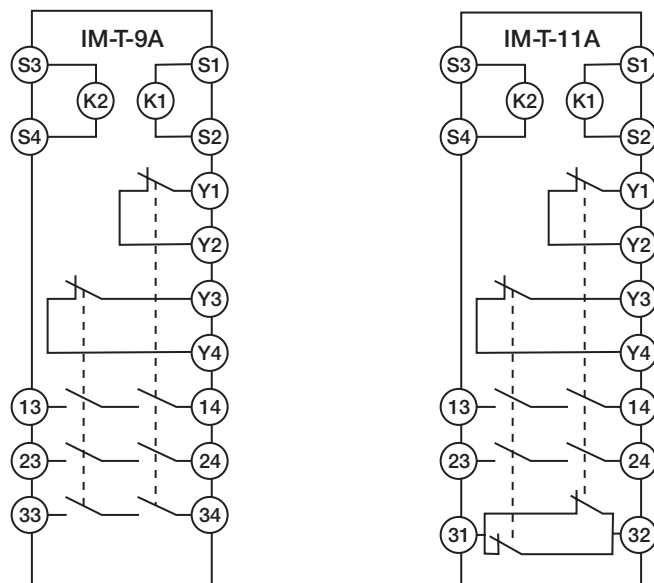

Fig.4 インターフェイス・モジュールの端子配列
- 2) 必ず、インターフェイス・モジュールの端子Y1-Y2およびY3-Y4を一次安全防護装置のモニタ入力に接続してください(Fig. 4~9参照)。